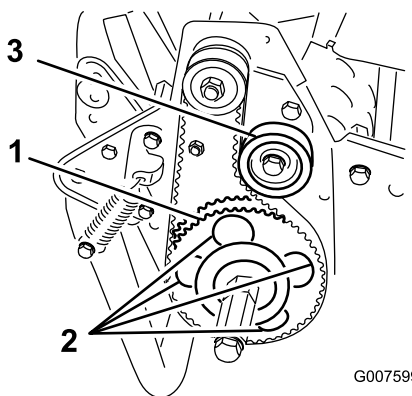

図 38
7. 受動プーリを回して、4つの穴にローラ・ベアリング・フランジ・ネジを整列させる (図 38)。
11. ベルトの張りを調整し、アイドラ・プーリ・ネジを締める（図 38）。